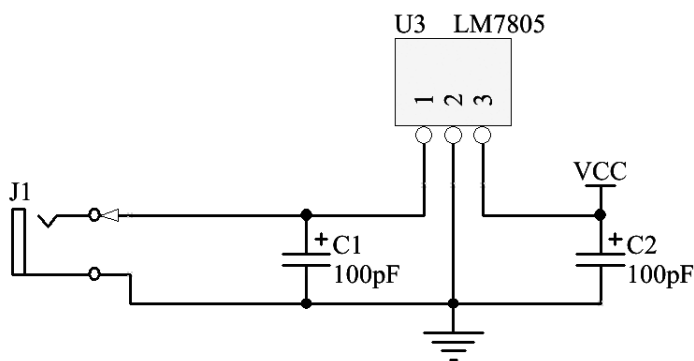

图 15-29 完成连线后的电源模块子电路原理图
(3) 设置各元件属性，然后合理布局，最后进行连线操作。完成连线后的电源模块子原理图如图 15-29 所示。单击“原理图标准”工具栏中的  (保存) 按钮，保存原理图文件。